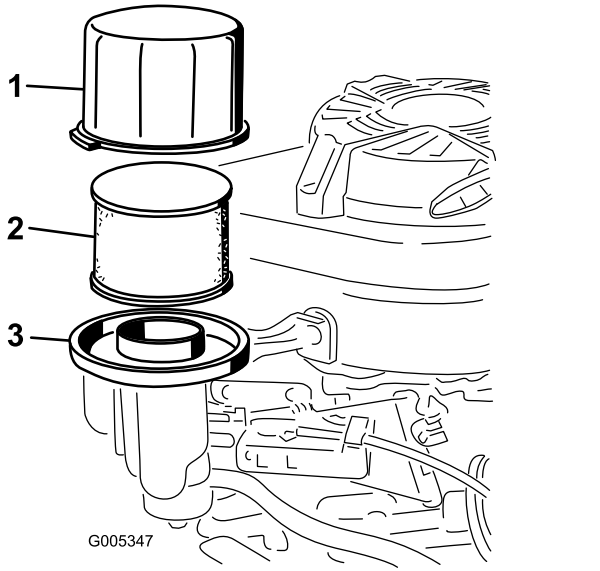

Figura 19
3. Retire la tapa y límpiela a fondo (Figura 19).
4. Retire el pre-limpiador de gomaespuma y el filtro de aire de papel de la base del limpiador de aire (Figura 19).